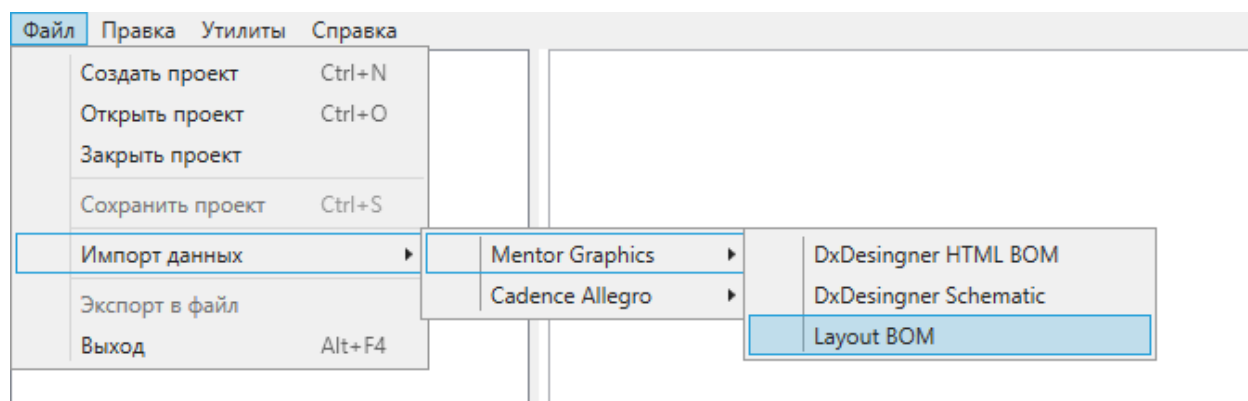

Рисунок 21
6) В меню «Файл» выберите следующие пункты: Импорт данных → Mentor Graphics → Layout BOM (рисунок 21).